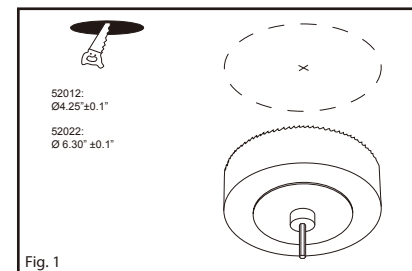

Fig. 1
1. Utilisez le gabarit de taille de trou inclus dans la boîte pour percer le trou dans le plafond. Préparez les fils d'alimentation. Installer et dégainer le fil du secteur de 6 po (15 cm) et dénuder les fils de 5/8 po (1.6 cm). (Fig. 1)